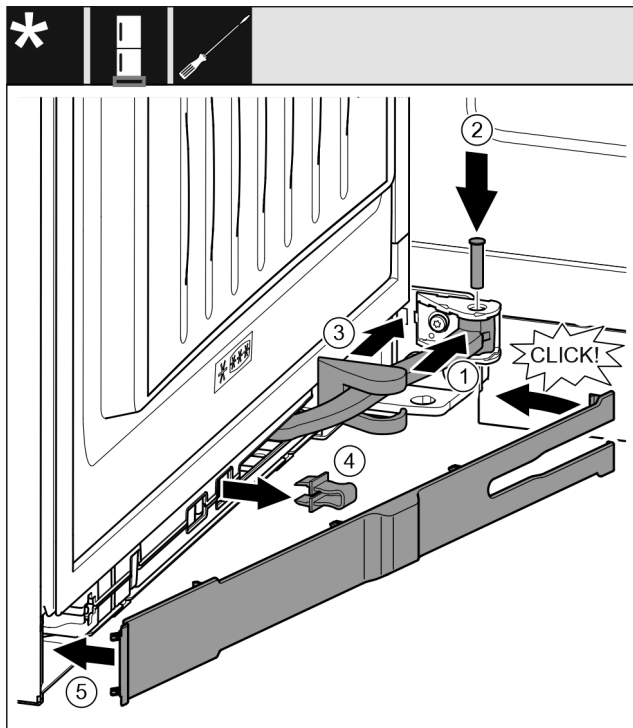

Fig. 46
- ▶ 将铰链旋转至悬挂装置。 Fig. 46 (1)
- ▶ 用 T15 螺丝刀将螺栓插入悬挂装置和铰链。同时注意止动凸轮需正确地处于凹槽中。 Fig. 46 (2)
- ▶ 沿着铰链推动托架盖，并将其安装到悬挂装置上。 Fig. 46 (3)
- ▶ 取下保险装置。 Fig. 46 (4)
- ▶ 将隔板放上并转入把手侧。 Fig. 46 (5)